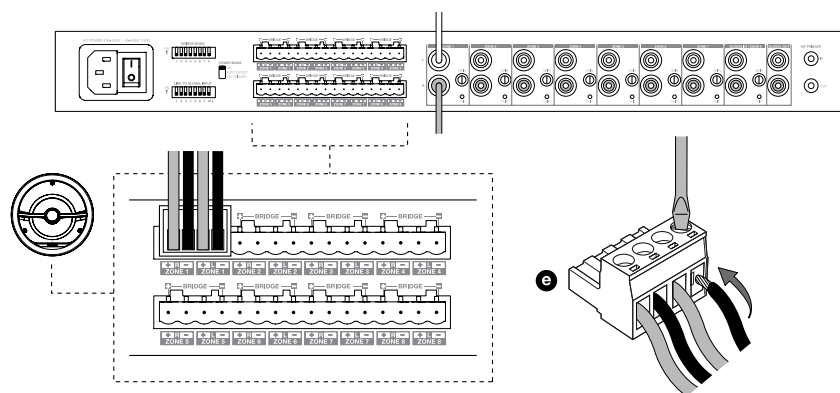

Abbildung 7
1. Verbinden Sie das Lautsprecherkabel mit dem Phoenix-Stecker und stecken Sie diesen wieder in den Verstärker, siehe Abbildung 7.